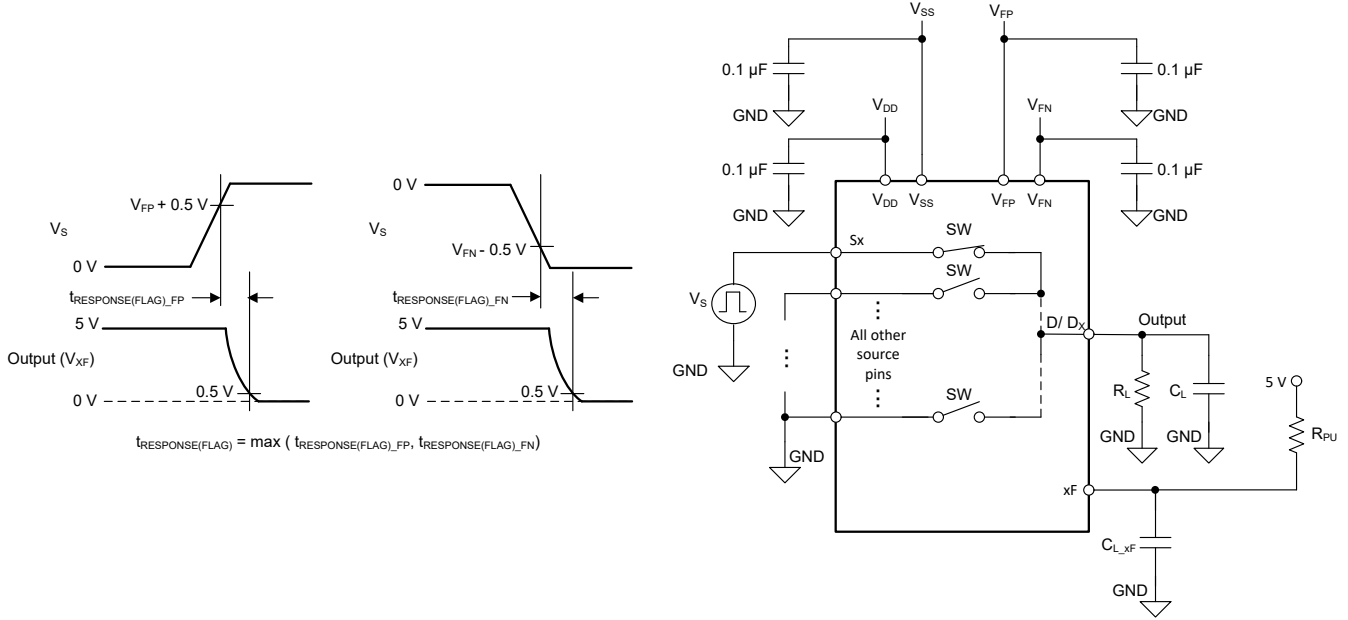

图 6-11. 故障标志响应时间测量设置
故障标志响应时间 ($t_{\text{RESPONSE(FLAG)}}$) 可测量电源电压超出故障电源电压 (V_{FP} 或 V_{FN}) 的值大于 0.5V, 与通用故障标志 (FF) 引脚或特定故障标志 (SF) 引脚低于其原始值 10% 之间的延迟。图 6-11 展示了用于测量 $t_{\text{RESPONSE(FLAG)}}$ 的设置。